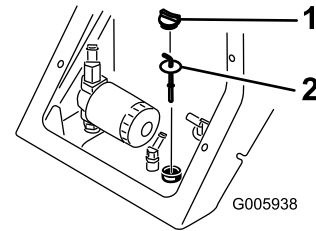

Figura 16
- Limpie la zona alrededor del cuello de llenado del depósito de aceite hidráulico (Figura 16).
- Retire el tapón del cuello de llenado y compruebe en la varilla el nivel de aceite (Figura 16).